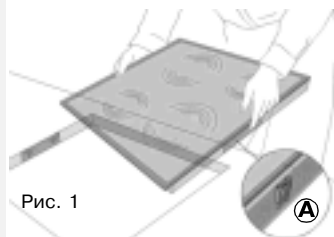

Рис. 1
- Установите 4 пружинных зажима (**А**) в соответствующие гнезда на ободке варочной панели, см. Рис. 1